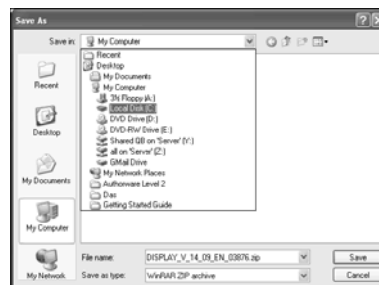

Рисунок 3-19
8. На правой стороне нажмите **My Computer**, тогда нажмите **Save in**, появится выпадающее меню на верхней части, выберите **Local Disk(C:)** (см. Рисунок 3-19).